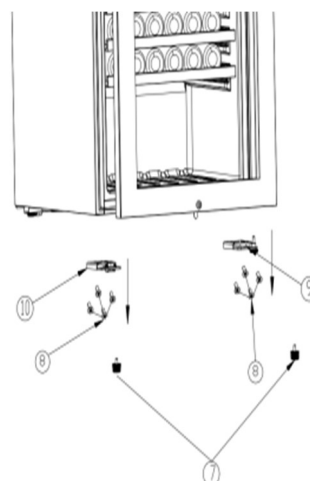

Fig.3
7. Poser l'armoire dos au sol, retirer les quatre vis ⑧ fixées par la charnière inférieure droite de la porte à l'aide d'un tournevis cruciforme, puis retirer la charnière inférieure droite ⑨, et tourner dans le sens inverse des aiguilles d'une montre pour retirer le pied réglable ⑦ ;
8. Retirer les quatre vis ⑧ fixées par la charnière inférieure droite de la porte à l'aide d'un tournevis cruciforme, puis retirer le support inférieur de la porte ⑧, et retirer le pied réglable ⑧ en tournant dans le sens inverse des aiguilles d'une montre ; (comme illustré à la figure 3).